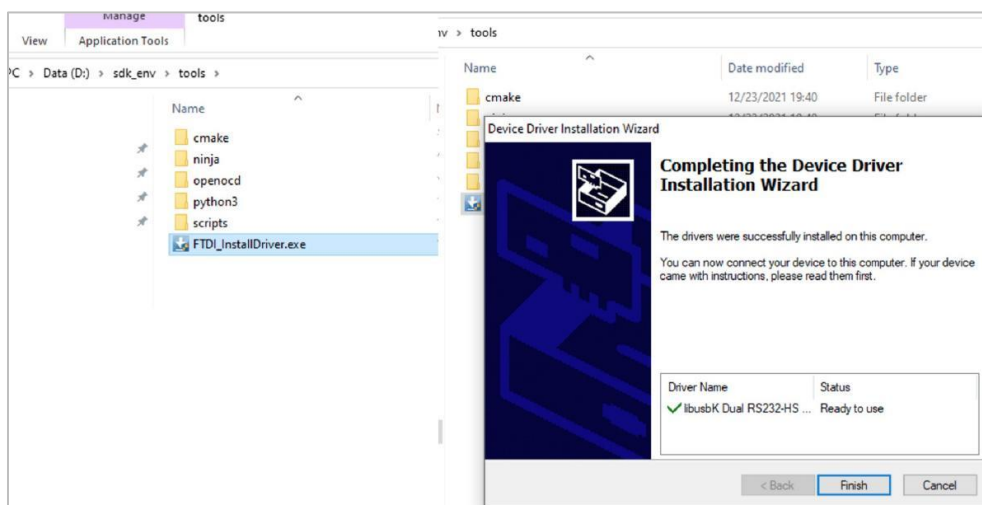

图 4：安装 FTDI 驱动
3. 运行 sdk_env\tools\FTDI_InstallDriver.exe 以安装可用于调试的 FT232 驱动，如图 4 所示。